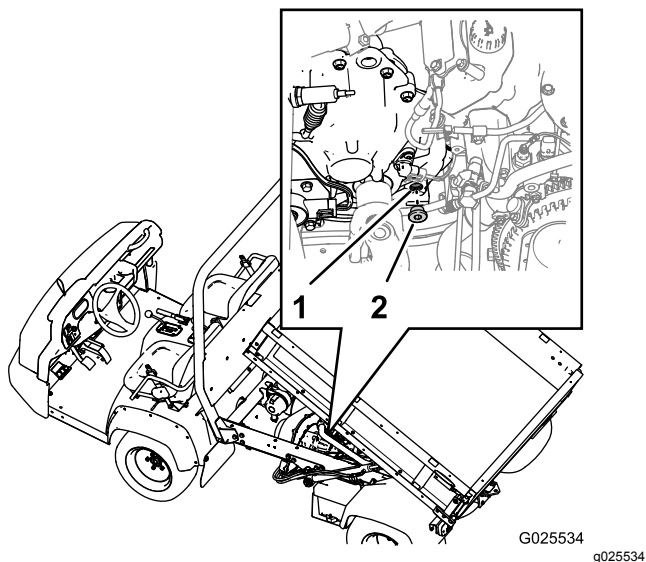

Figure 57
1. Trouvez le bouchon de remplissage au bas de la zone intérieure à l'arrière de la transmission (Figure 57).
3. Tournez le bouchon dans le sens antihoraire et enlevez-le de l'orifice de remplissage de la transmission (Figure 57).
4. Si le niveau d'huile de transmission est trop bas, faites l'appoint d'huile du type spécifié par l'orifice de remplissage jusqu'à ce que le niveau d'huile atteigne le bas du filetage de l'orifice (Figure 57).
6. Remettez le bouchon de remplissage sur la transmission et serrez-le à la main (Figure 57).